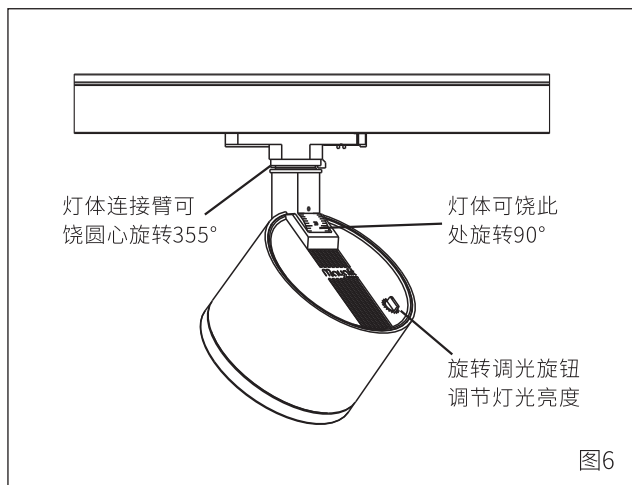

图6
- 7.灯具安装好后,灯体可水平旋转355°，垂直旋转90°（图6）；
- 8.旋转调光旋钮，可按需要调节灯具亮度，调光范围4~100%（图6）；